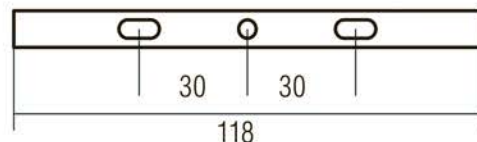

Рис. 2
- Подключите сетевой кабель к светильнику (рис. 2).